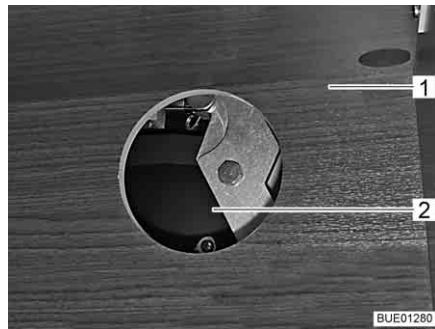

Bild 119 Åtkomst till drivenheten
- Öppna, beroende på modell, luckan på hängskåpet (Bild 119,1) och dra bort locket från åtkomstöppningen (Bild 119,2).